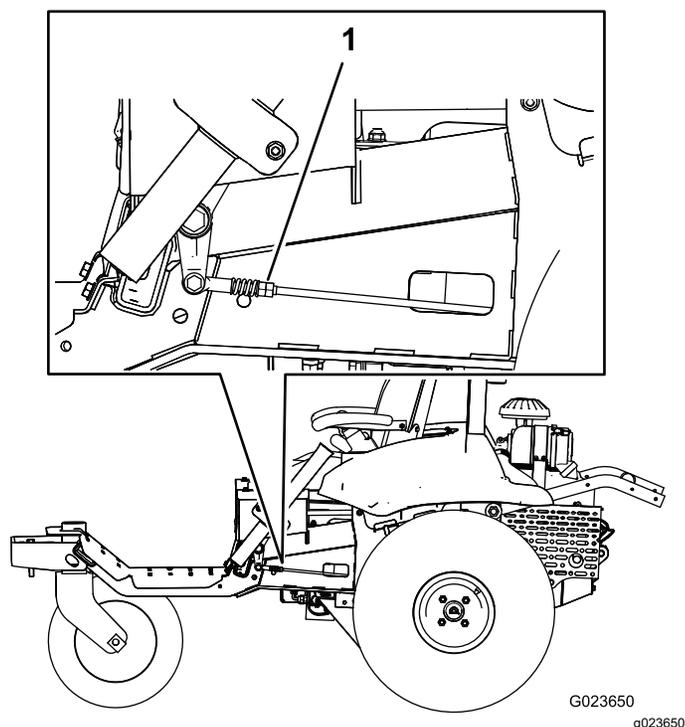

Figure 60
7. D'un côté de la machine, tournez lentement les doubles écrous sur la tringlerie (Figure 60) jusqu'à ce que la roue de ce côté se mette à tourner ; tournez ensuite les doubles écrous dans l'autre sens jusqu'à ce que la roue tourne dans la direction opposée.